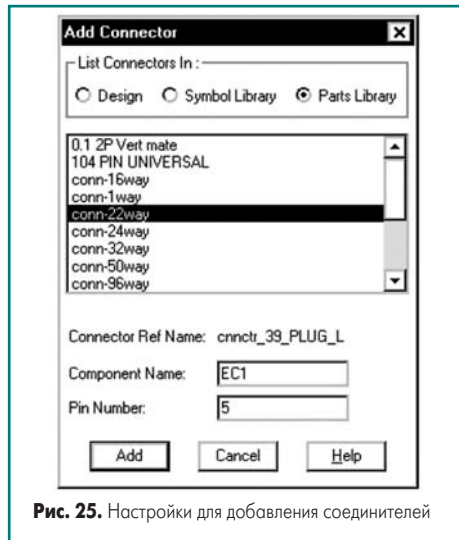

Рис. 25. Настройки для добавления соединителей
5. Убедимся, что все настройки в диалоговом окне выполнены так, как показано на рис. 25, и нажмем кнопку Add.